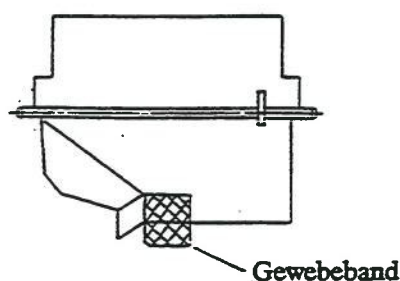

Abb. 2
7. b) Schnittbereich mit einem Gewebeband abkleben (siehe Abb. 2).